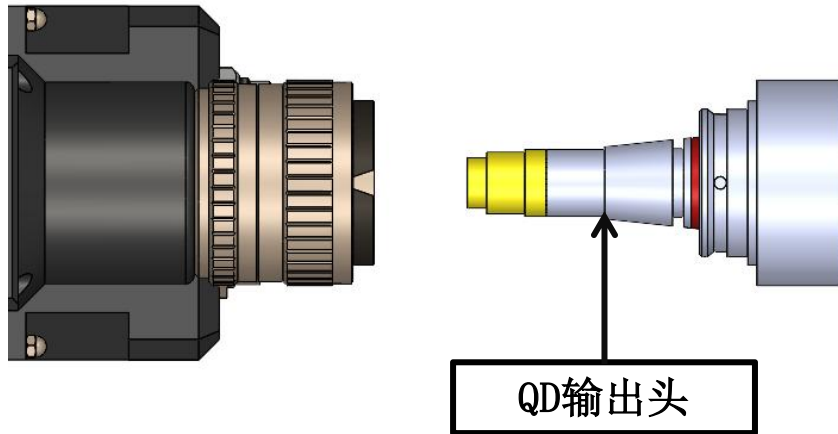

图2.1
① 将切割头水平放置,取下防尘盖, 撕掉防尘贴; 如下图2.1所示。